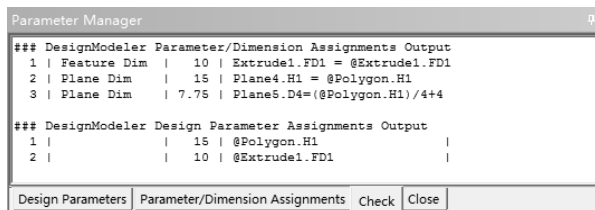

图 2-111 检查
- ✧ **Check (检查)**: 用于计算和检查参数及表达式的值, 如图 2-111 所示。